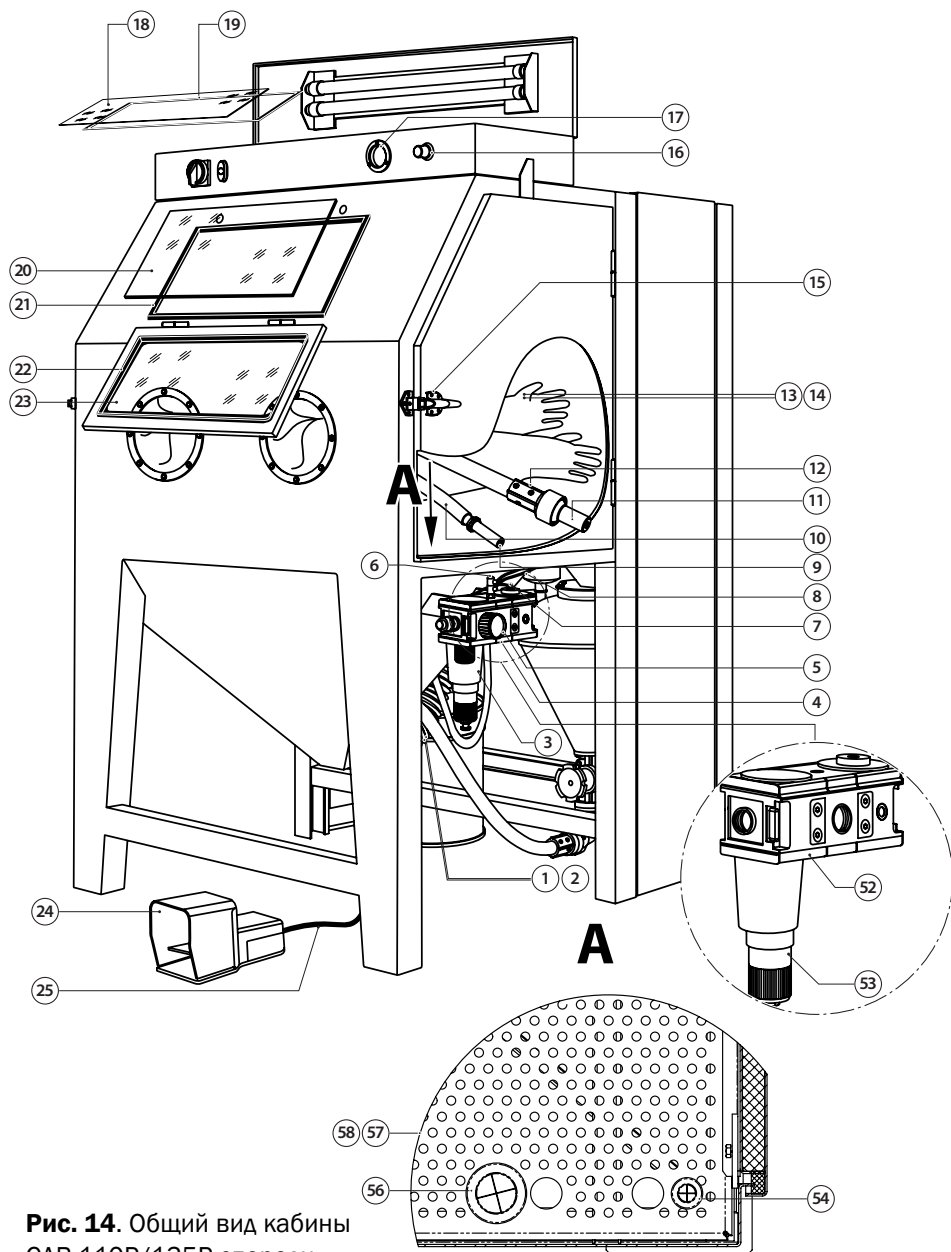

Рис. 14. Общий вид кабины CAB-110P/135P спереди
6.8.8 Убедитесь, что шланги подходящие к педали не перепутаны. См. схему подключения на рис. 14.